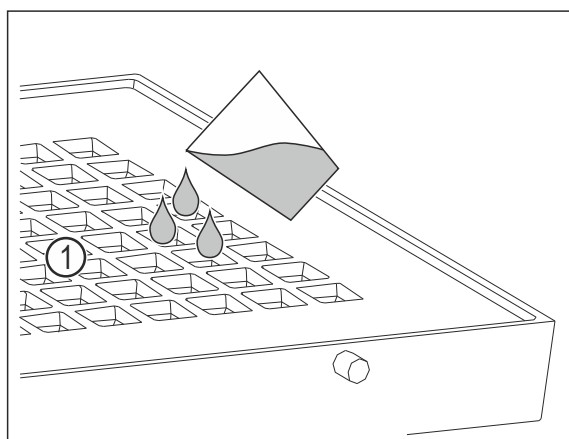

Fig. 109
- Maximaal 400 ml water via de gaten Fig. 109 (1) in de afdekking vullen.